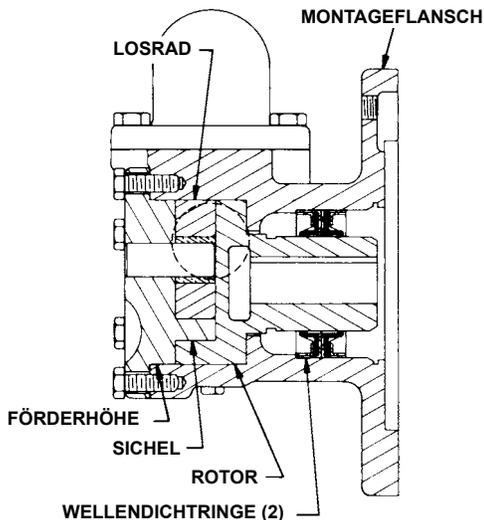

ABBILDUNG 5
Wiederaufbau von Modell G75 oder GG75 Pumpen mit Wellendichtring: siehe Abbildung 5
6. **DER KOPF KANN NUN AN DER PUMPE MONTIERT WERDEN.** Die Oberseite des Kopfes etwas von der Pumpe weg neigen, bis die Sichel in den Innendurchmesser des Rotors eingreift, und das Losrad rotieren, bis die Zähne mit den Rotorzähnen in Eingriff stehen. Die Kopfdichtungen nicht beschädigen. Die korrekte Position des Losrads und der Sichel notieren (siehe **Abbildung 5** und **Zerlegung, Schritt 2**). Die Sechskantschrauben festziehen und dann das Axialspiel prüfen.